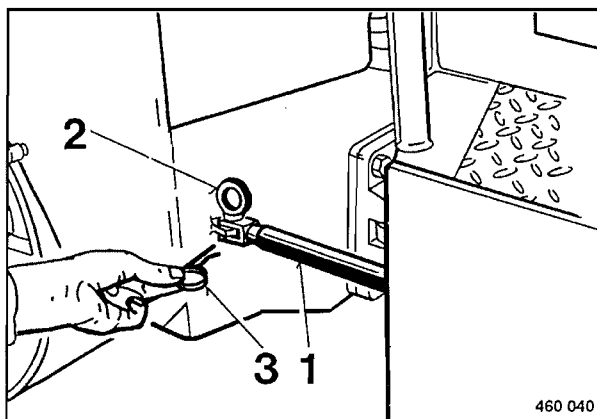

Fig. 70
- Después de la subida de la máquina en el vehículo de transporte hay que abatir el seguro para la articulación de codo 1 (Fig. 70) de su soporte hacia delante. Insertar el perno (2) y asegurarlo con un pasador de seguridad (3).